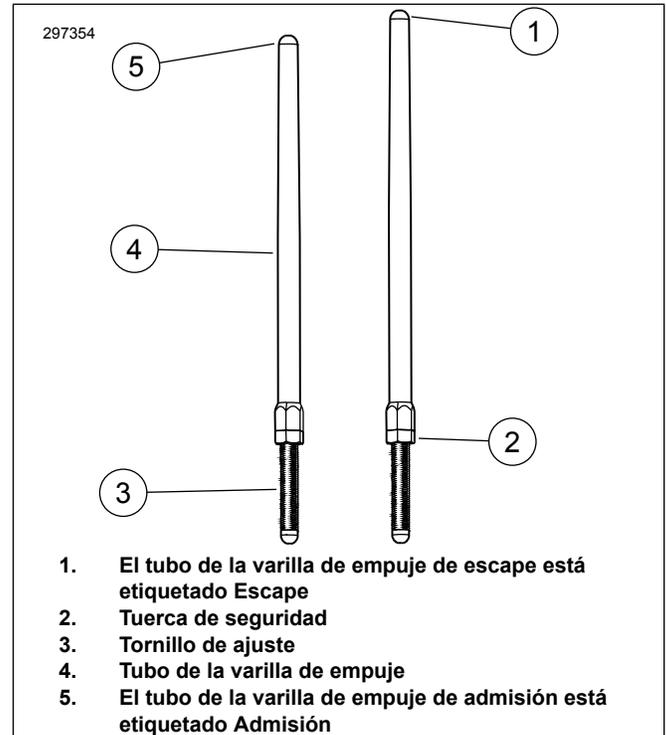

Figura 1. Varilla de empuje ajustable
- Ver Figura 1 . Afloje la tuerca de seguridad en todas las varillas de empuje y ajústelas en su longitud más corta.
- Ver Figura 1 . Con el tornillo de ajuste de la varilla de empuje sostenido para que no gire con una llave de 5/16 pulg., lentamente gire el tubo de la varilla de empuje con una llave de 1/2 pulg. 2 giros y 1/2 completos hacia la derecha (alargando la varilla de empuje) como se ve desde la parte inferior. (Hay un punto en las arandelas planas del tubo de la varilla de empuje que puede servir de referencia).